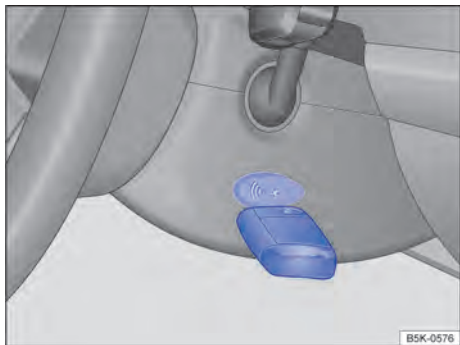

Fig. 88 A la derecha en la columna de dirección: función de arranque de emergencia en vehículos con sistema de bloqueo y de arranque Keyless Access sin llave.
- Mantener la llave del vehículo directamente después de presionar la tecla de arranque a la derecha de la columna de dirección → fig. 88.